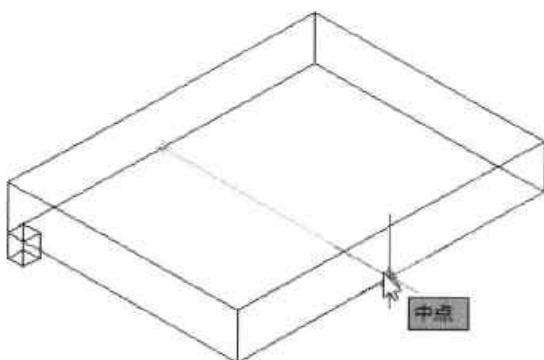

图14-57 选中镜像点
**Step04** 执行“三维镜像”命令，根据命令行提示，选中床腿，然后选中长方体三个镜像中点位置，如图 14-57 所示。